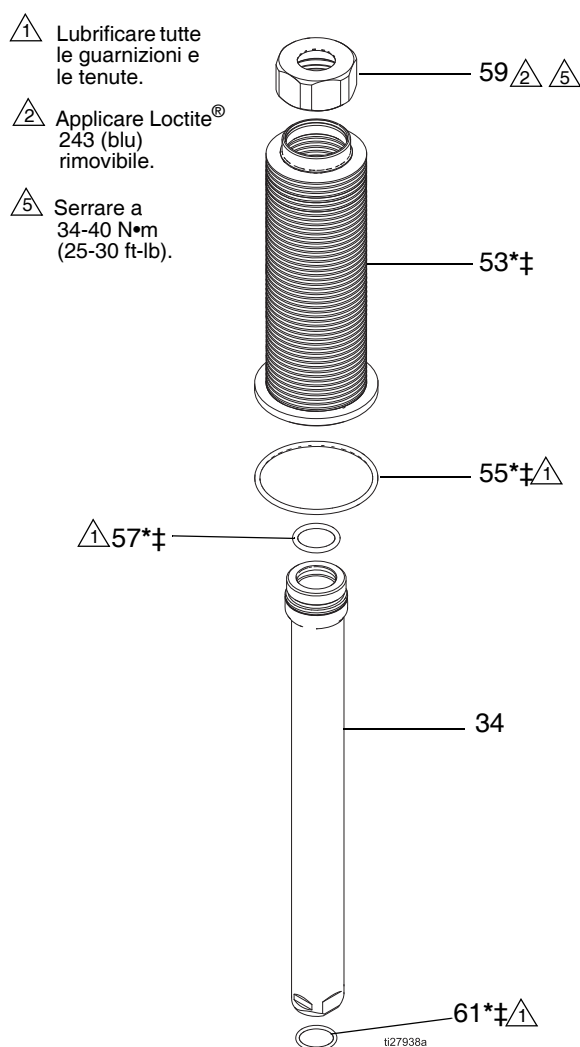

FIG. 4. Smontare o montare il soffiutto
- Rimuovere l'O-ring del soffiello (55).
- Rimuovere il gruppo soffiello dalla camera del soffiello (45).
NOTA: il gruppo soffiello comprende il dado del soffiello (59), il soffiello (53), gli O-ring (57 e 61) e la camicia del soffiello (34). Per lo smontaggio, vedere le istruzioni a pagina 8 e la FIG. 4 a pagina 9.
- Rimuovere le quattro viti a brugola (40) dalla base della camera del soffiello (45). Sollevare in verticale la camera del soffiello dal blocco di uscita del fluido (16). Fare attenzione a non danneggiare l'asta del pistone (17).
Vedere FIG. 4, pagina 9.
7. Rimuovere l'O-ring del soffietto (55). Vedere FIG. 4, pagina 9.
8. Rimuovere il gruppo soffietto dalla camera del soffietto (45). Rimuovere l'O-ring (57).
9. In caso di guasto al soffietto, rimuovere anche la valvola di sfiato (26) dalla piastra superiore. Pulire il percorso del fluido eliminando la vernice incrostata.